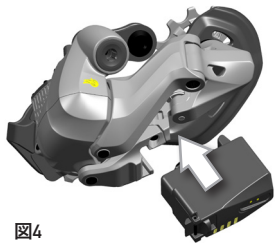

図4
- ・ バッテリーをリア・ディレイラーの下側から上に向けて差し込みます (図4)。